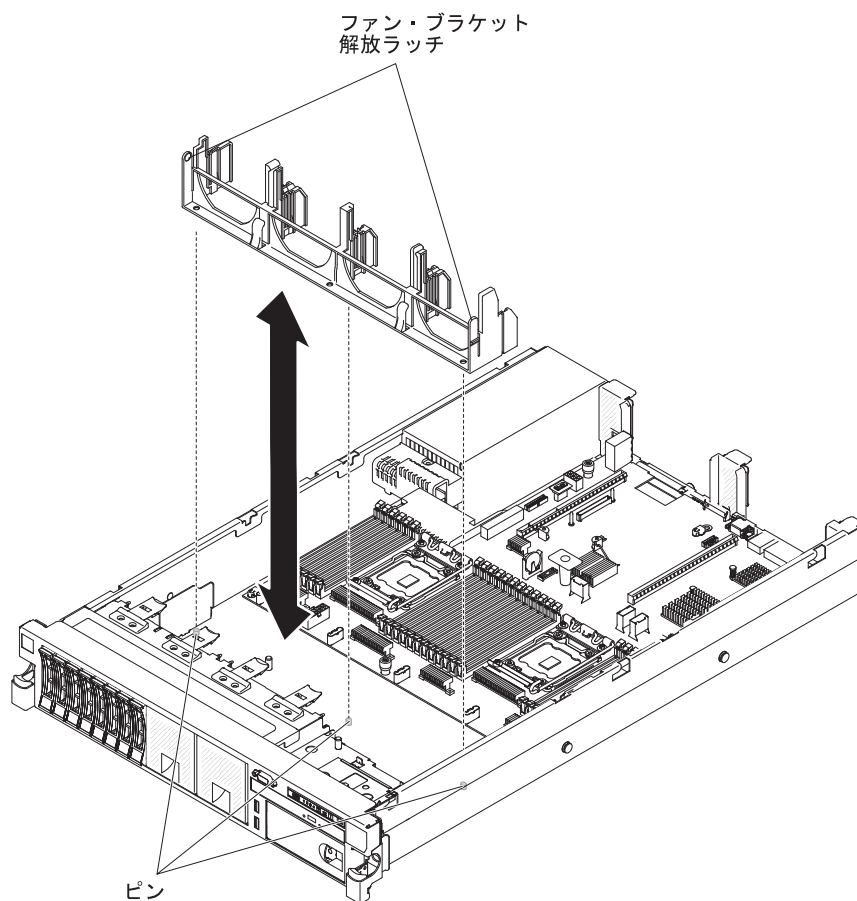

図 285. ファン・ブラケットの取り外し
2. 377 ページの図 285 に示すように、ファン・ブラケット・リリース・ラッチをそれぞれ内側に押して、ファン・ブラケットを持ち上げてサーバーから取り外します。